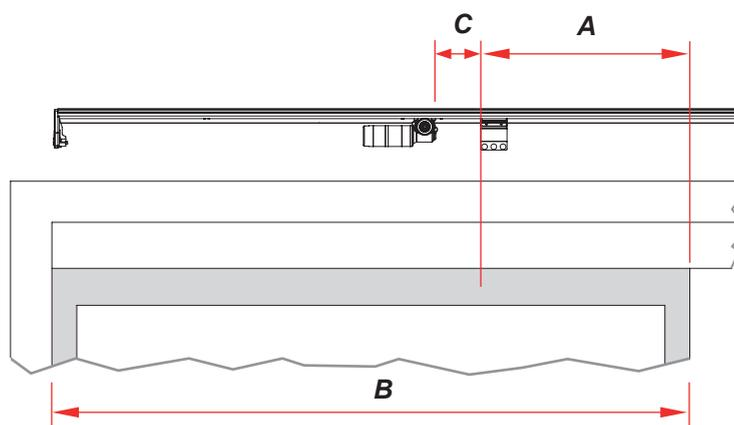

Figura 15: Portas de duas folhas: motor e suporte superior. O lado esquerdo é mostrado com a porta esquerda aberta.
- Deslize o motor ao longo da base até que esteja na frente da **porta de correr do lado esquerdo**, conforme mostrado na Figura 15, onde:
Nota: Se o suporte superior não couber nessa posição (Figura 15), entre em contato com o fornecedor do MultiDrive para obter um estilo diferente de suporte que se encaixa na borda direita da porta.
- Marque a posição do suporte superior na base e na porta de correr esquerda, como na Figura 15.
2. Deslize o motor ao longo da base até que esteja a 50 mm da marca que você fez na porta para a posição do suporte inferior (Figura 14 e Figura 15, onde C = 50 mm).